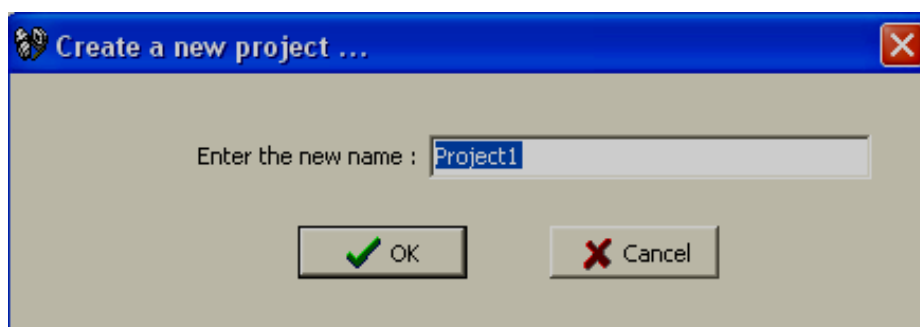
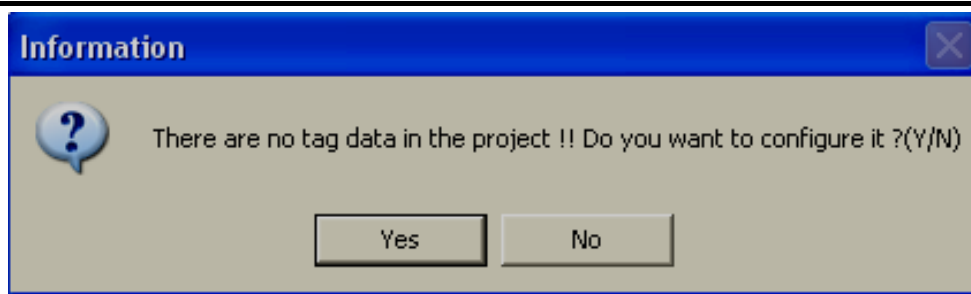

Рисунок 92
Рисунок 93
1) Откройте **RealTime_Viewer**. Программа сразу предложит создать новый проект (рисунок 92). Затем сообщит об отсутствии тегов и попросит их сконфигурировать (рисунок 93).